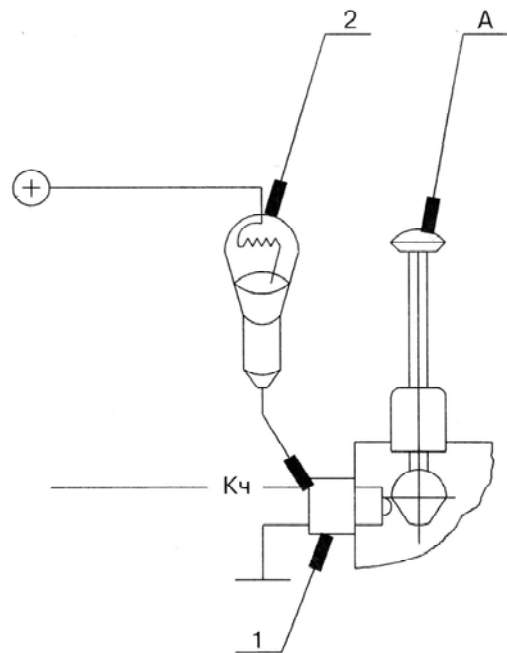

Рис. 7. Проверка работы выключателя блокировки стартера.
б) Проверьте работу выключателя блокировки стартера «SA11» при включенном редукторе КП (рис. 7)
- включите контрольную лампу одним проводом к клемме выключателя с проводом Кч, а второй протяните к Кл. "+" штатного АКБ (рис. 7);